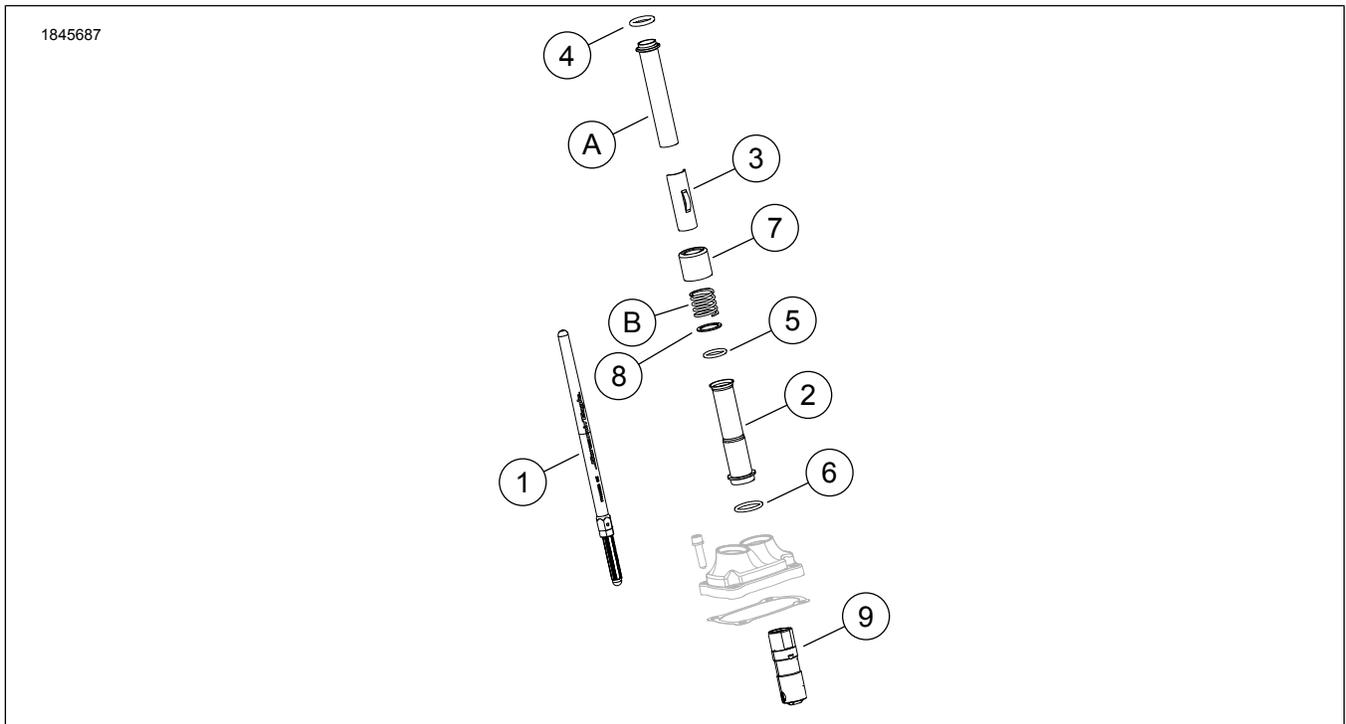
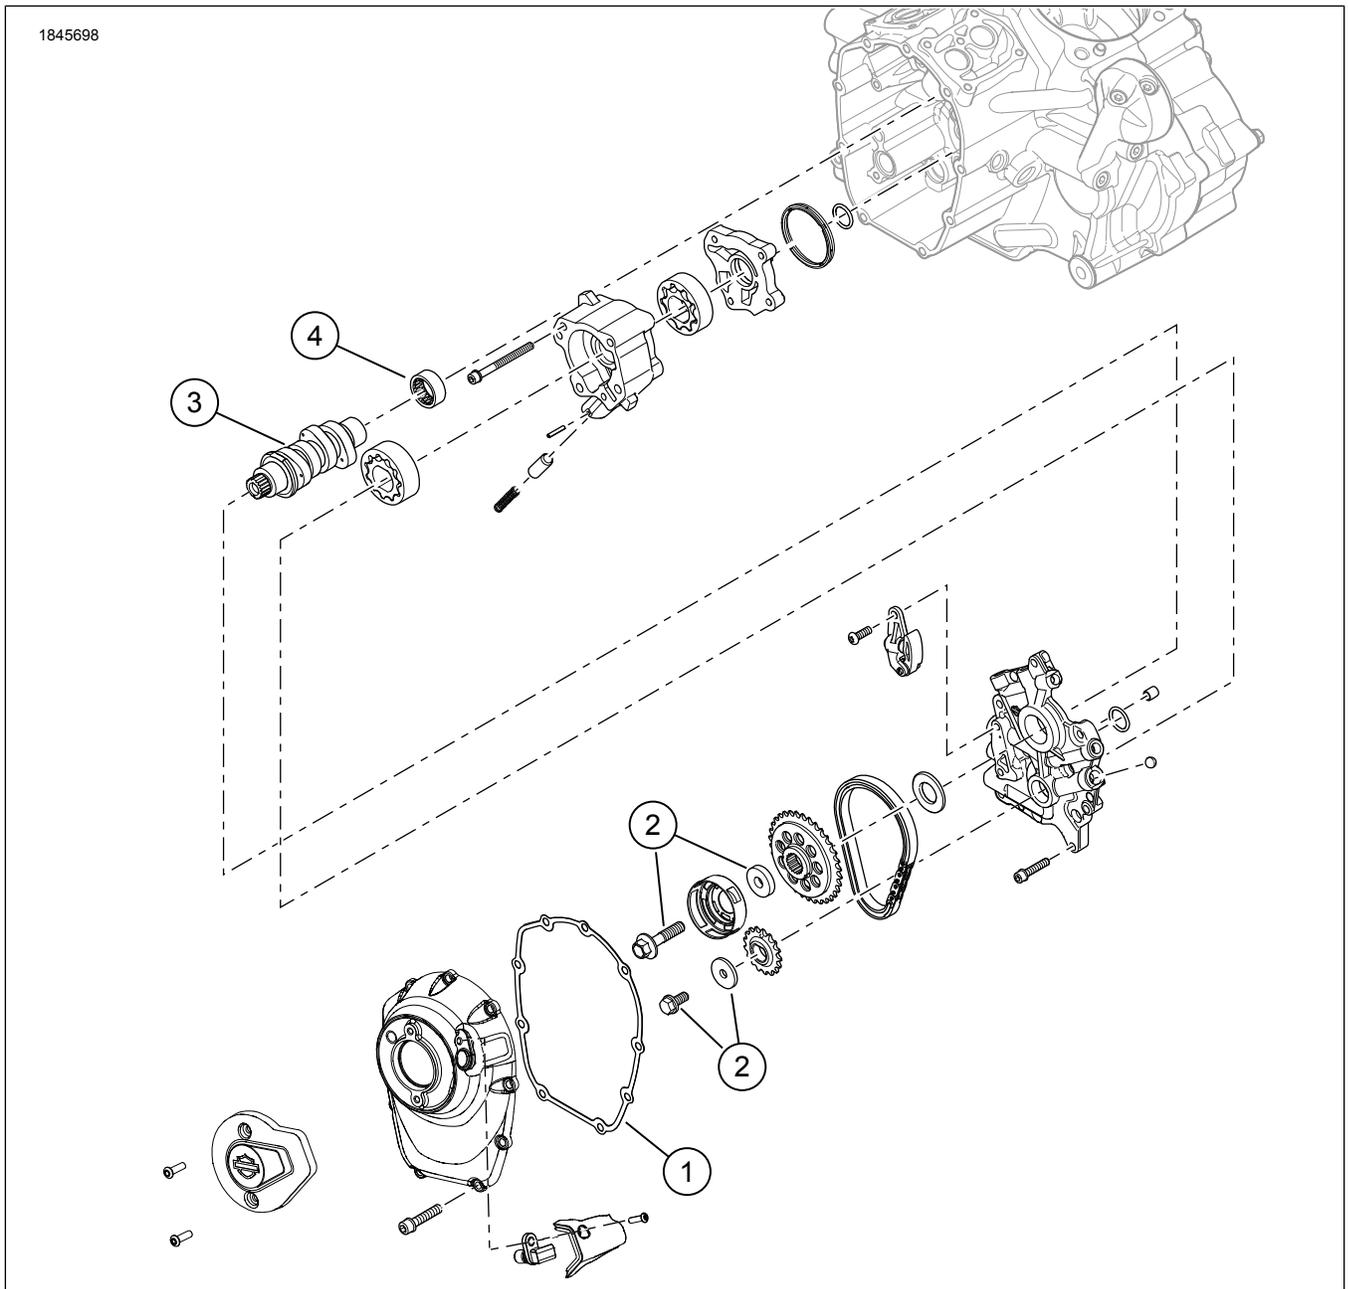

Figure 1. Contenu du kit : Kit Stage 2 Milwaukee-eight Screamin' Eagle
Figure 2. Contenu du kit : Kit Stage 2 Milwaukee-eight Screamin' Eagle
Voir Figure 1 et Figure 2.
1. Figure 2 Installer la pompe à huile. Consulter le manuel d'entretien.